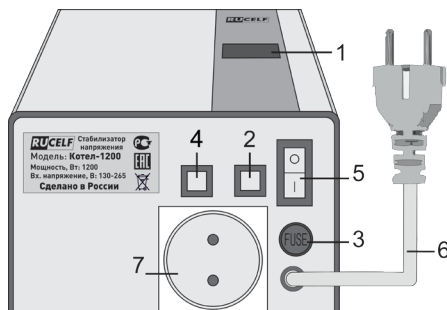

Рис. 1. Органы управления стабилизатора
- Включить вилку питания прибора в розетку сети 220 В (рис.1, п. 6)
- Включить изделие выключателем, (рис. 1, п. 5)
- На дисплей (рис. 1, п. 1) пойдёт отсчет времени 5 сек после чего отобразится выходное напряжение
- Выключить изделие выключателем (рис. 1, п. 5), подключить потребитель в сетевую розетку стабилизатора (рис.1, п. 7)
- Включить изделие выключателем (рис. 1, п. 5).